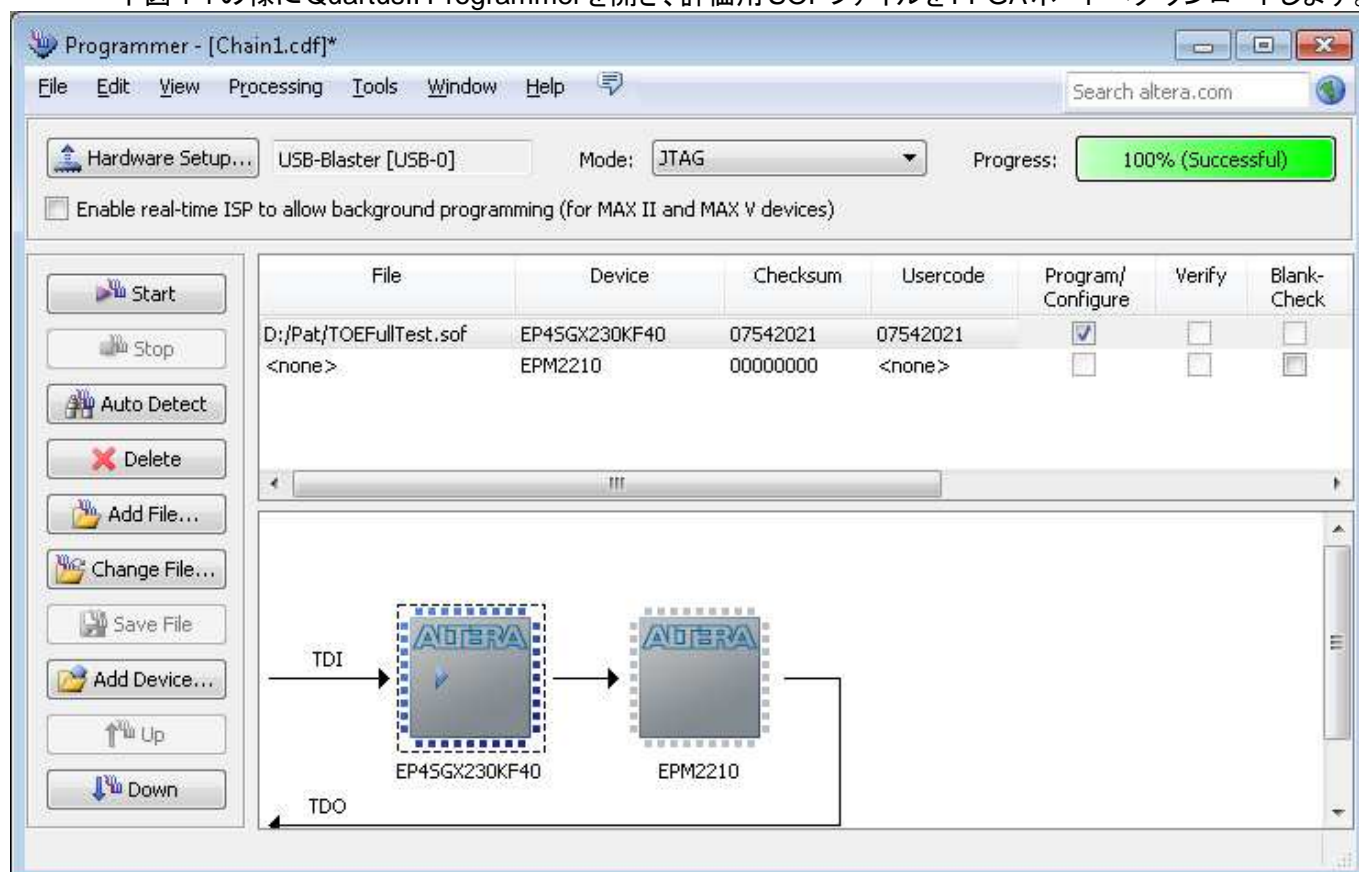

図 4-1: QuartusII Programmer で SOF ファイルをダウンロード
- 下図 4-1 の様に QuartusII Programmer を開き、評価用 SOF ファイルを FPGA ボードへダウンロードします。